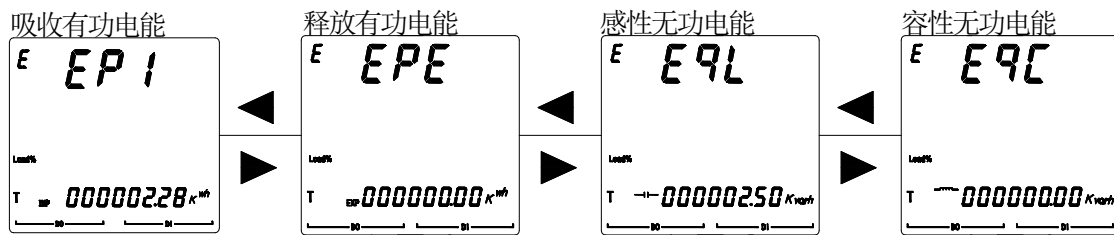

图 18
5.2.6 查看 AMC72L/96L 的电参参数步骤如图 18 所示